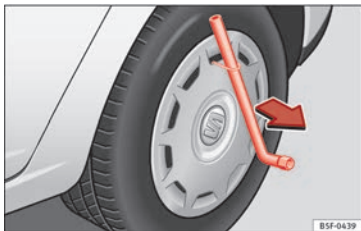

Fig. 156 Substituição de roda: retire o tampão integral.
- Retire o tampão integral da roda com o gancho metálico » **Fig. 156.**